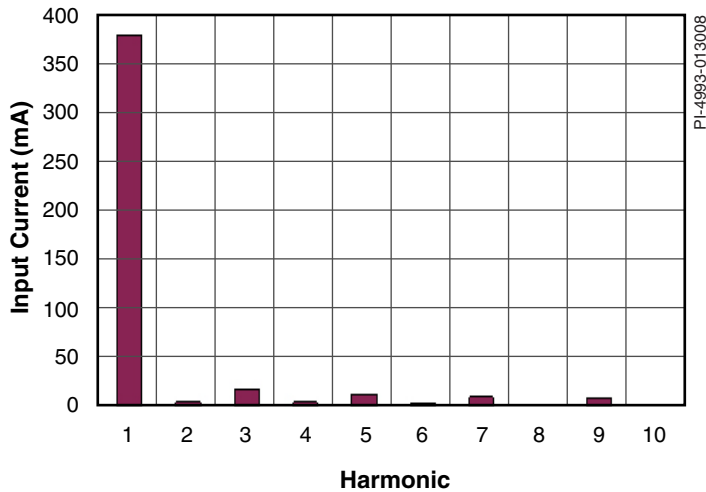

图2. 230 VAC下测得的谐波含量
- 符合IEC 61000-3-2中对级别C设备规定的谐波含量限制（参见图2）